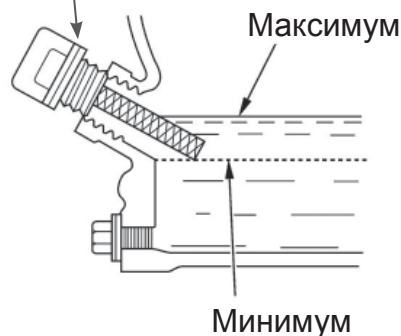

Рис.7
2. Извлеките крышку/щуп заливного отверстия и начисто протрите её (Рис.7)